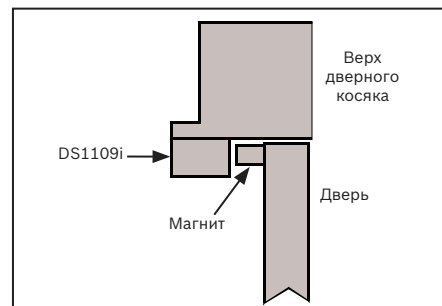

Рис. 3.2. Вид сбоку
- Закрепите магнит в верхней части двери. Магнит должен быть расположен так, чтобы совмещаться с боковой стороной DS1109i. Магнит не должен закрывать переднюю часть датчика. См. рис. 3.2.